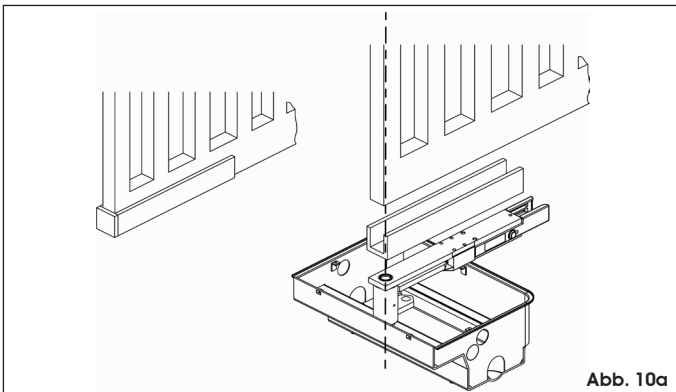

Abb. 10a
- Flügelposition auf U-Profil durch Bezugnahme auf die Flügel-Drehachse bestimmen (Abb. 10a und 10b); U-Profil unter Verwendung einer Platte gemäß Angaben in Abb. 10a und 10b von der Pfeilerseite schließen.